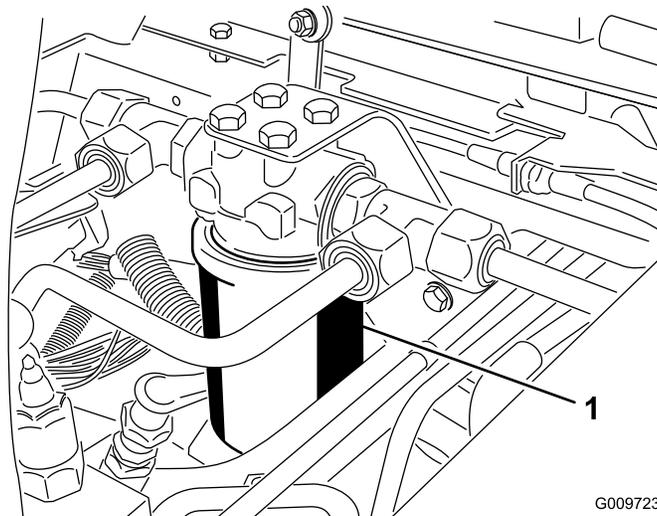
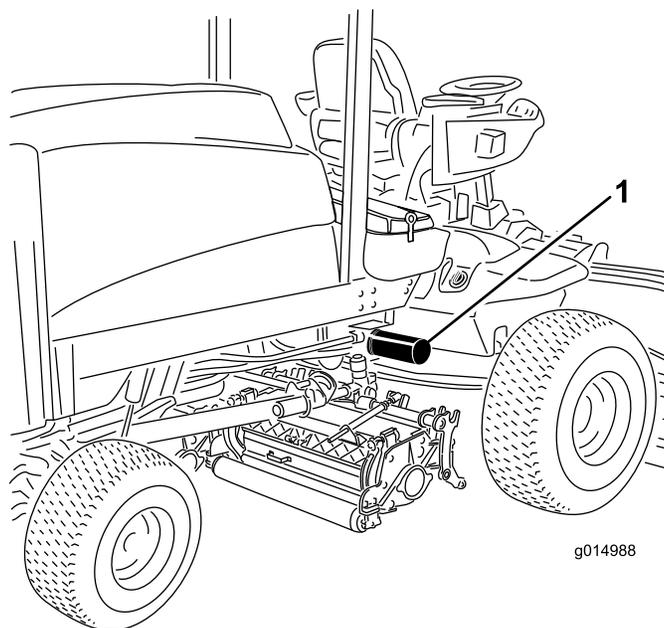

Figura 81
Figura 82
2. Limpe a zona em torno da montagem do filtro. Coloque um recipiente de escoamento debaixo do filtro e retire o filtro (Figura 81 e Figura 82).